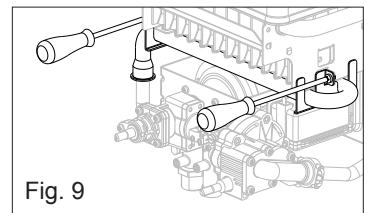

Fig. 9
- Soltar os parafusos que fixam o colector (fig. 9)